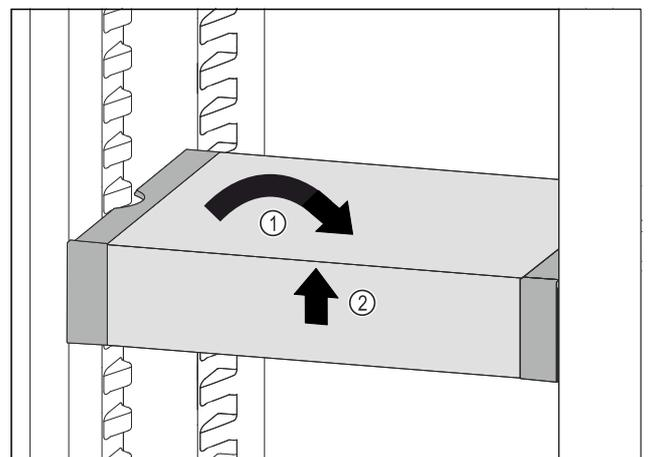

Fig. 134
- ▶ Collocare VarioSafe in maniera dritta. Fig. 134 (1)
- ▶ Sollevare VarioSafe dal lato anteriore. Fig. 134 (2)